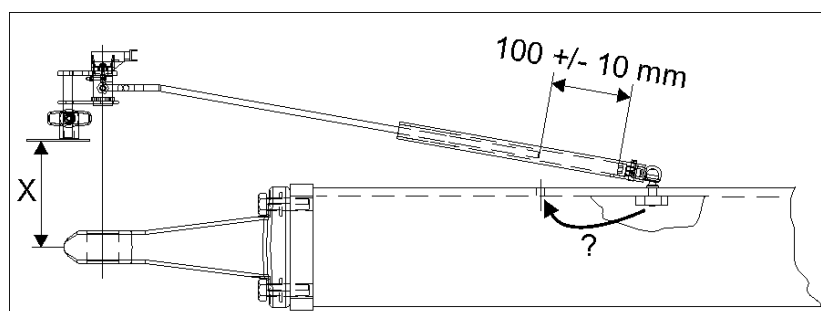

Bild 133
Den inställbara spårvidden är beroende av hjulmoneringen (Bild. 133):
5. Skjut in resp dra ut axelhalvan till önskad position. För detta bestäm måttet x från grundramens ytterkant (Bild. 133/1) till spruthjulets mitt och skjut in resp dra ut motsvarande axelhalva.